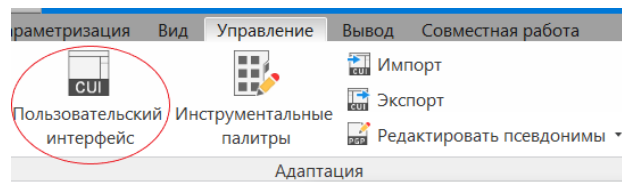

Рис. 58. Пользовательский интерфейс во вкладке Управление
- 2) в разделе Адаптация выбрать Пользовательский интерфейс (рис. 58);